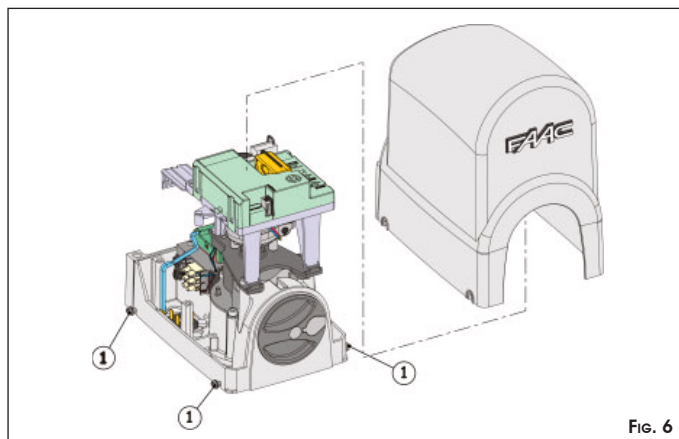

FIG. 6
- Allentare di circa 1/2 giro le quattro viti di bloccaggio del carter superiore (Fig.6 rif.①) e sfilare il carter. Predisporre l'operatore per il funzionamento manuale, vedi paragrafo 7.